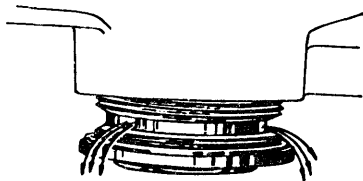

Fig. 14
Nell'operazione 1. paragrafo c), avere l'avvertenza di non svitare subito completamente il tappo in modo che la maggior parte dell'olio possa uscire dalle feritoie laterali del tappo stesso (fig. 14).
d) Montaggio della bacinella (fig. 14)